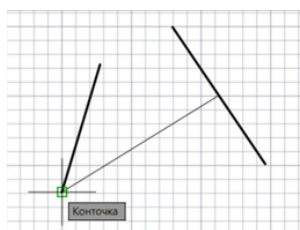

Рис. 33. Маркер и всплывающая подсказка *Конточка*
- перемещаем курсор к концу отрезка – появится маркер и всплывающая подсказка *Конточка* (рис. 33), щелкаем, указывая вторую точку отрезка, нажимаем *Enter* (2 раза).